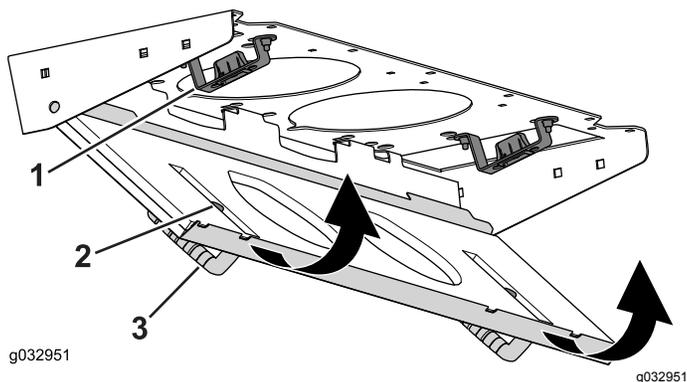

Figure 144
4. Faites pivoter le filtre sur les languettes jusqu'à ce que le pêne s'enclenche dans la gâche (Figure 144).